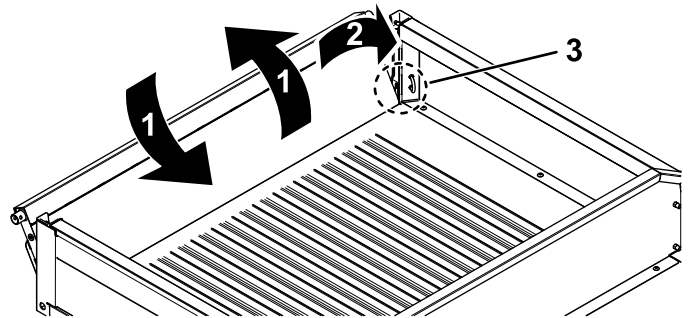

Bild 70
2. Drehen Sie die Heckklappe auf eine ungefähre Stellung von 45° (Bild 70).
3. Drehen Sie die Heckklappe mehrmals mit kurzen, schüttelnden Bewegungen (Bild 70).